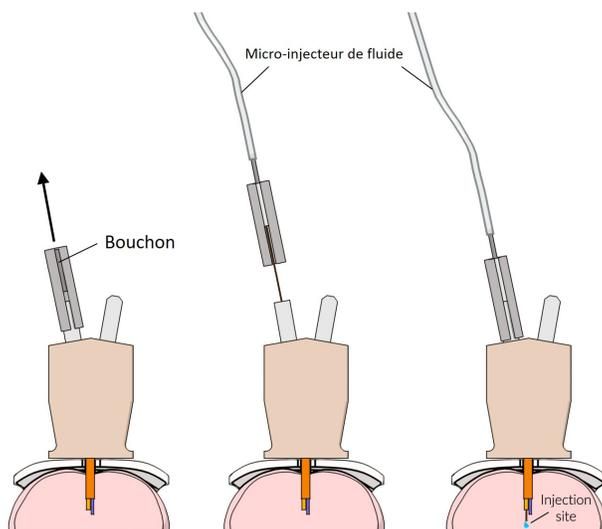

Figure 3.2 – Injection de fluide dans une OmFC
2. Retirer le bouchon du tube de guidage (Fig. 3.2, image de gauche).
3. Installer l'injecteur de fluide préchargé (Fig. 3.2, image du milieu).
4. Injecter lentement le fluide à une vitesse contrôlée. Laisser l'injecteur en place pendant que le liquide se diffuse dans les tissus (Fig. 3.2, image de droite).